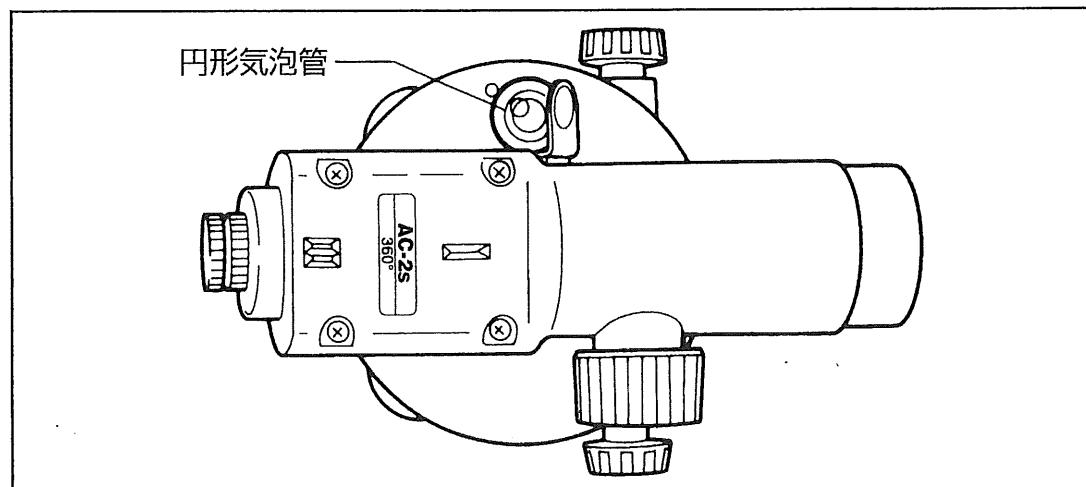

図 6
- 2 次に望遠鏡を  $180^\circ$  回転させます。(図 6)